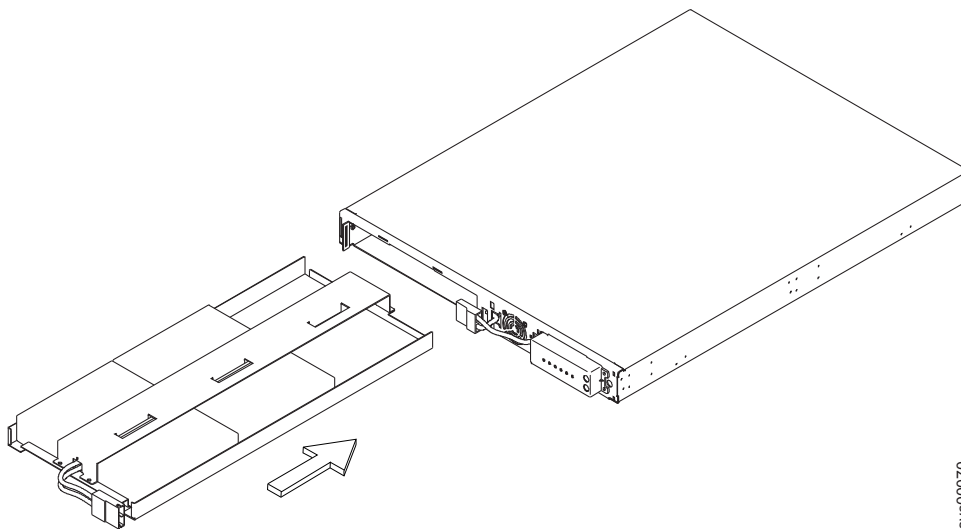

図 334. 2145 UPS-1U バッテリーの交換
1. 図 334 に示すように、バッテリーを 2145 UPS-1U の中にスライドさせます。